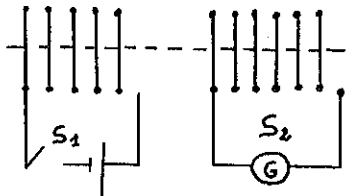

FIGURE 2
3) Un autre solénoïde  $S_2$  est placé au voisinage de  $S_1$  de telle sorte qu'il soit coaxial à  $S_1$ . Ses bornes sont réunies par l'intermédiaire d'un galvanomètre : figure 2.